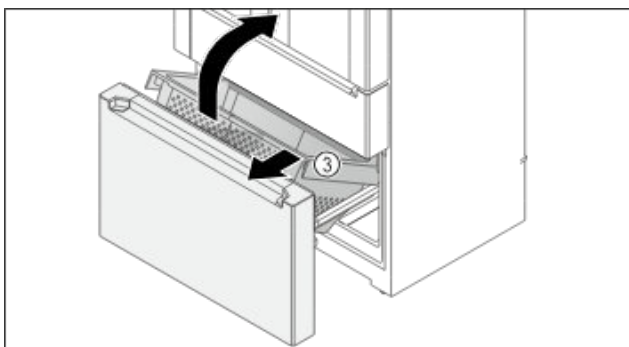

Fig. 151
- ▶ Zdvihnite nádobu Fig. 151 (3) dopredu.
- ▶ Vybertenádobu Fig. 151 (3) šikmo dopredu.